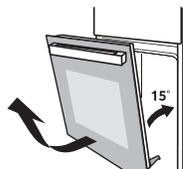

Figure 2
2. Fermez la porte à un angle d'environ 15°. Soulevez et retirez lentement la porte du four. (Figure 2)